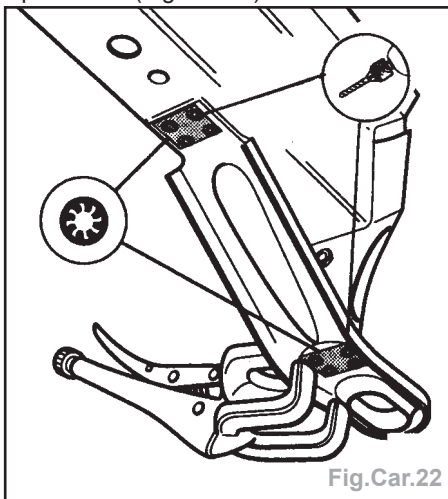

Fig.Car.22
- Percer des trous de 0,7 mm pour le soudage par bouchonnage sous gaz de protection (Fig.Car.22).
- Souder l'œillet de remorquage par bouchonnage sous gaz de protection (Fig. Car.22).